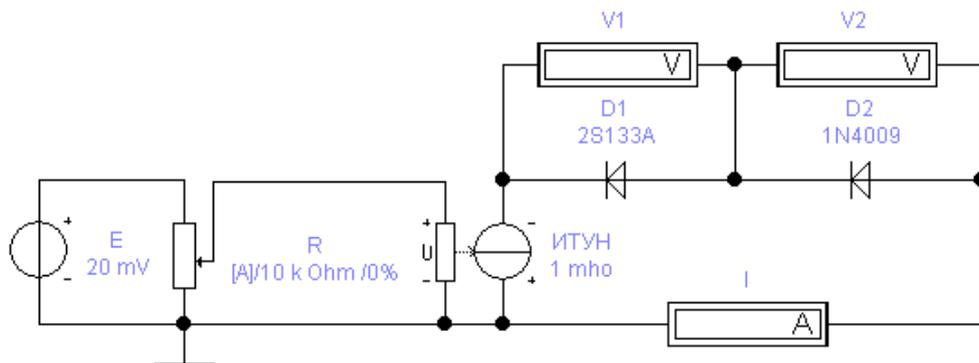

Рисунок 9.12 – Схема измерения прямых ветвей ВАХ полупроводниковых диодов
9.4.2 Открыть файл ПД1.ewb со схемой, показанной на рис. 9.12. Объектами исследования являются два выпрямительных диода –  $D_1$  и  $D_2$ .